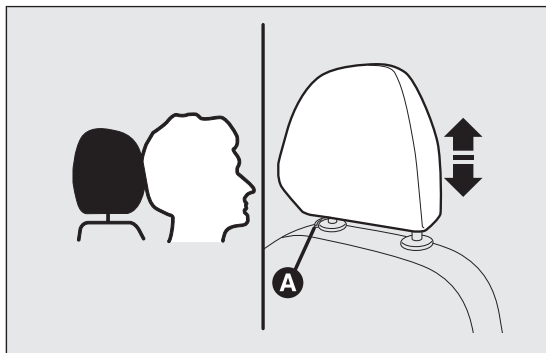

fig. 18
- ☐ regulación hacia abajo: pulsar el botón A fig. 18 y bajar el reposacabezas.